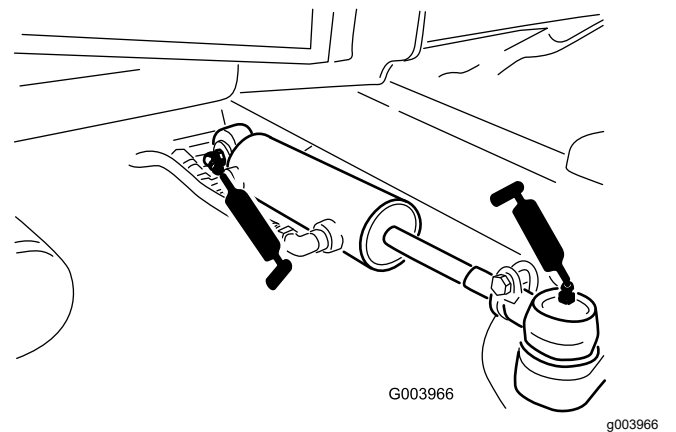

Figure 47
- Rotules de vérin de direction (2) (Figure 47)